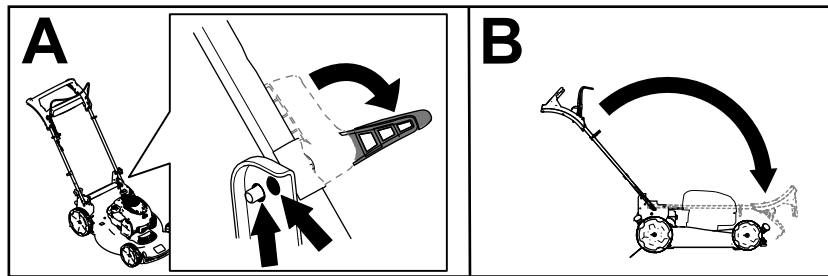

Figura 19
2. Desengate os bloqueios da pega até conseguir mover livremente a pega superior (A de Figura 19)
3. Dobre a pega para a frente para a posição totalmente para a frente (B de Figura 19).